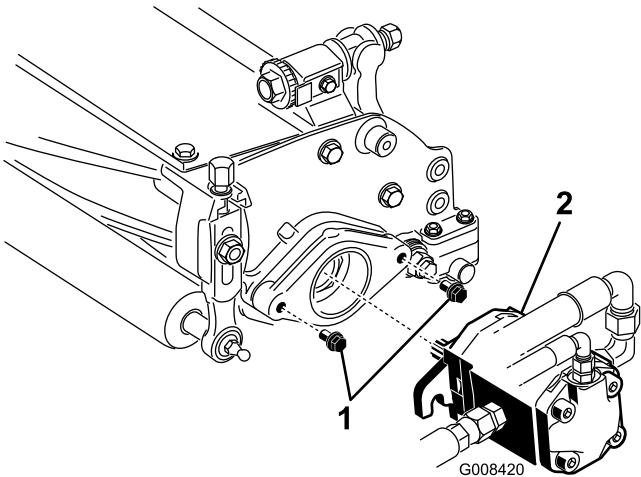

Figure 11
- 7. Veillez à laisser dépasser environ 13 mm de filetage sur chaque boulon de fixation de moteur d'entraînement de cylindre (Figure 11).
goujons. Tournez le moteur dans le sens horaire jusqu'à ce que les brides encerclent les goujons (Figure 11).
9. Resserrez les boulons de montage (Figure 11).